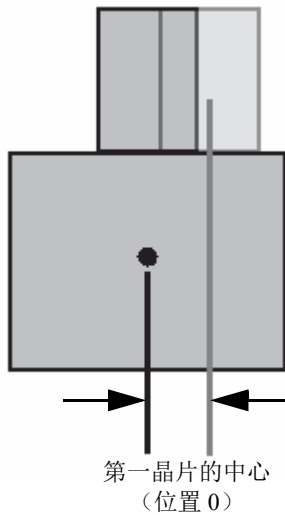

图 4-8 次轴偏移
- e) 选择**次轴偏移**，然后输入 **0**，这表明探头在次轴方向上位于楔块的中心。如果探头没有处于楔块的中心位置，则输入适当的数值（参见第 106 页的图 4-8）。